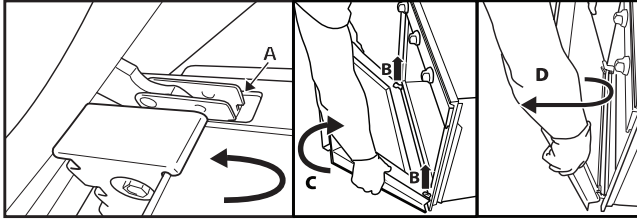

Рис. 2
3. Закрийте дверцята до кінця (А), підніміть їх (В) і поверніть (С), поки вони не вивільняться (D) (Рис. 2).